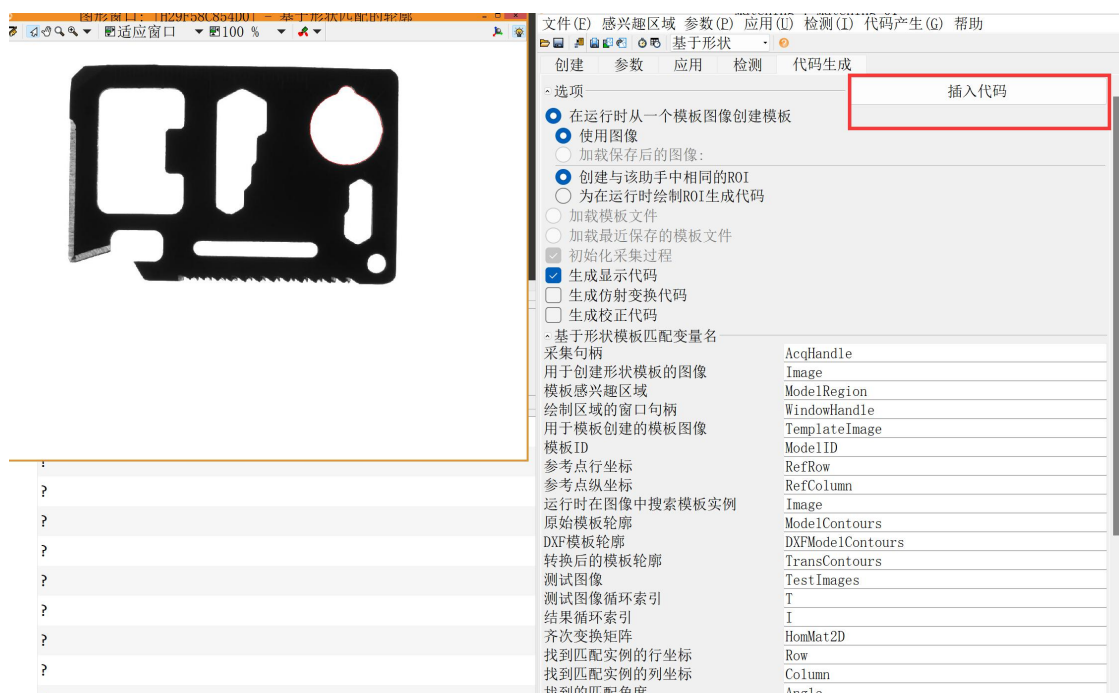

图 2-8 匹配助手“代码生成”选项卡
⑥ 点击“代码生成”选项卡，在“选项”中可以选择的内容如图 2-8 所示。展开“基于形状模板匹配变量名”可以查看插入代码时各个变量名称。点击右上角“插入代码”按钮，会在编辑区自动生成上述操作过程的代码。